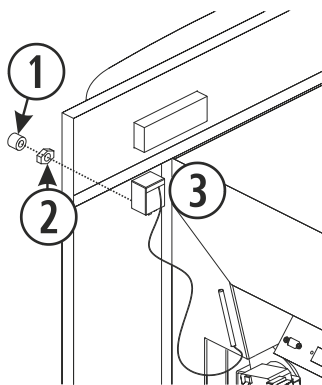

Figura 19
Se la stufa che abbiamo è un' Ecoaire Insert, dobbiamo fissare il termostato di sicurezza ai pannelli dell'incasso. Questi, dispongono già di una fessura, attraverso la quale inseriamo il termostato (③) secondo la *figura 19*, lo fissiamo all'incasso con un bullone (②) e infine avviamo il coperchio (①).